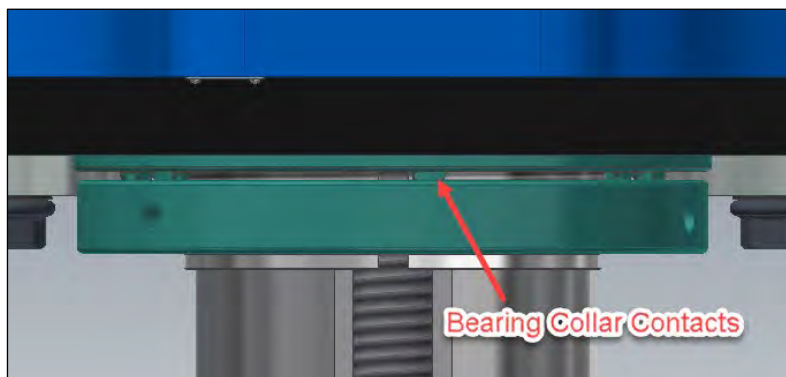

Figure 16. Contacts du collier de palier
3. Faites tourner le boulon de tensionnement en sens antihoraire jusqu'à ce qu'il touche les contacts en saillie du collier de palier (voir Figure 16).